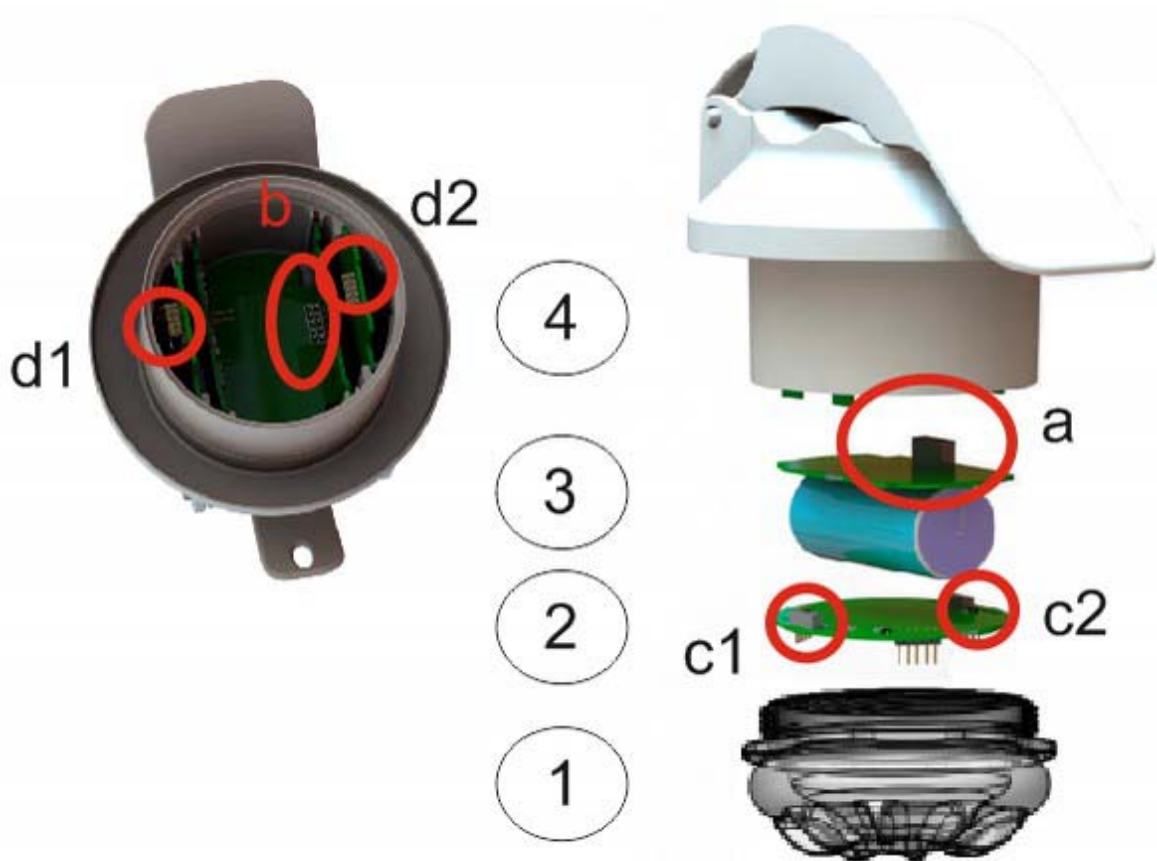

Рисунок 14 – Схема замены батарейного блока в индикаторе ИКЗ-В33
2.8.3 Для замены внутренних батарей в индикаторе ИКЗ-В33 необходимо произвести следующую последовательность действий (Рисунок 14):